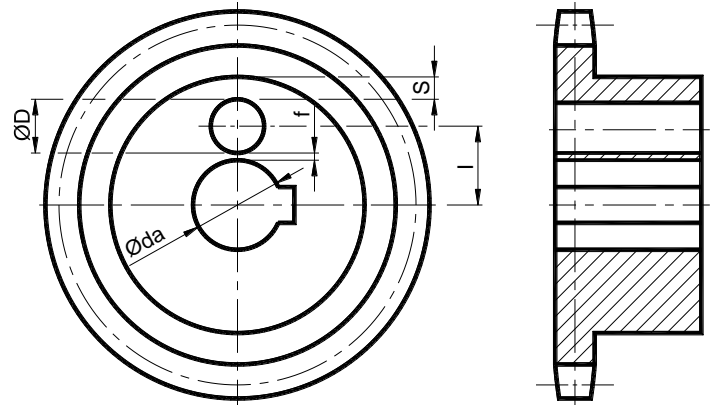

Fig.1
**ИСПОЛЬЗОВАНИЕ:** расширение ласточкина хвоста, в основном используется для устранения осевых смещений и люфта между ступицей и валом, помимо шпонки (рис. 1).
**USE** Dovetailer expansion, primarily used to eliminate the axial displacements and games between hub and shaft, in addition to the key (Fig. 1).